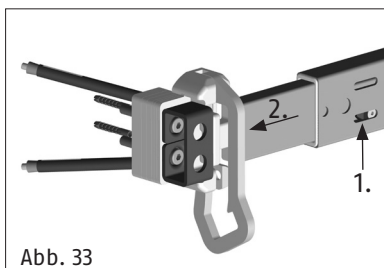

Abb. 33
3. Riegel durch eine Schlüsselumdrehung ausschließen und Schlüssel abziehen (Sperrbügelstellung). Riegelstellschraube 1. (Abb. 33) lösen und Riegelrohr soweit verschieben, bis ein geeigneter Befestigungspunkt für den Schließkasten erreicht ist. Auf festen Untergrund für die Verschraubung ist zu achten. Falzstärke mit Anschraubplatte und ggf. Kunststoffunterlagen ausgleichen. Bei Falzstärken < 16 mm empfehlen wir die Verwendung der Schlosskörperunterlage. Schließkastenposition markieren. Bei festgelegter Riegelstellung die Riegelstellschraube 1. (Abb. 33) festdrehen.